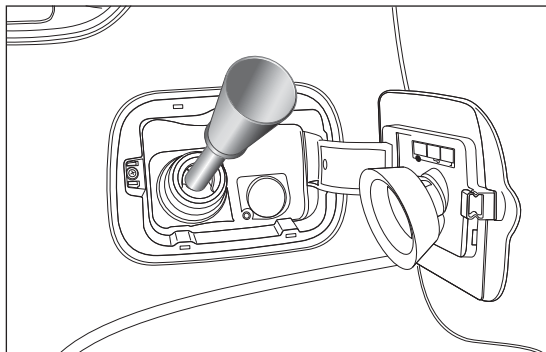

fig. 85
- ☐ introducir el adaptador B en la boca de llenado, tal y como se indica en fig. 85 y proceder al repostado;